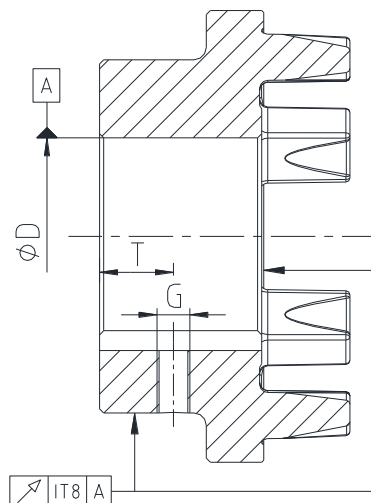

Bild 5: Rund- och plangångsnoggrannhet
- Om kunden själv utför navborrningen måste rund- resp. plangångsnoggrannheten (se bild 5) säkerställas.